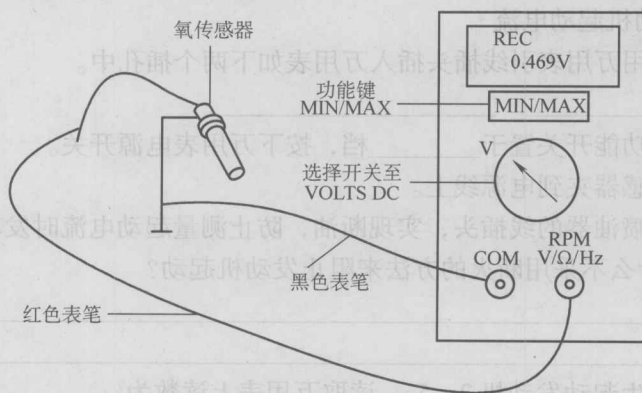

图 1-3 氧传感器箱出电压的测量
① 将万用表功能选择开关置于_____档。
② 将转速专用插头插入_____座孔及_____座孔中。
③ 将红黑两表笔分别接到点火线圈_____及_____上。
④ 按下万用表电源开关,读取发动机怠速转速为_____r/min。
⑤ 测量完毕,取下并收好转速传感器及其引线。
② 将正负表笔插入_____座孔及_____座孔中。
③ 将负表笔搭铁,正表笔接在_____引出线上。
④ 按下万用表电源开关,读取初级点火线圈闭合角为_____°。
3) 测量氧传感器信号, 如图 1-3 所示。